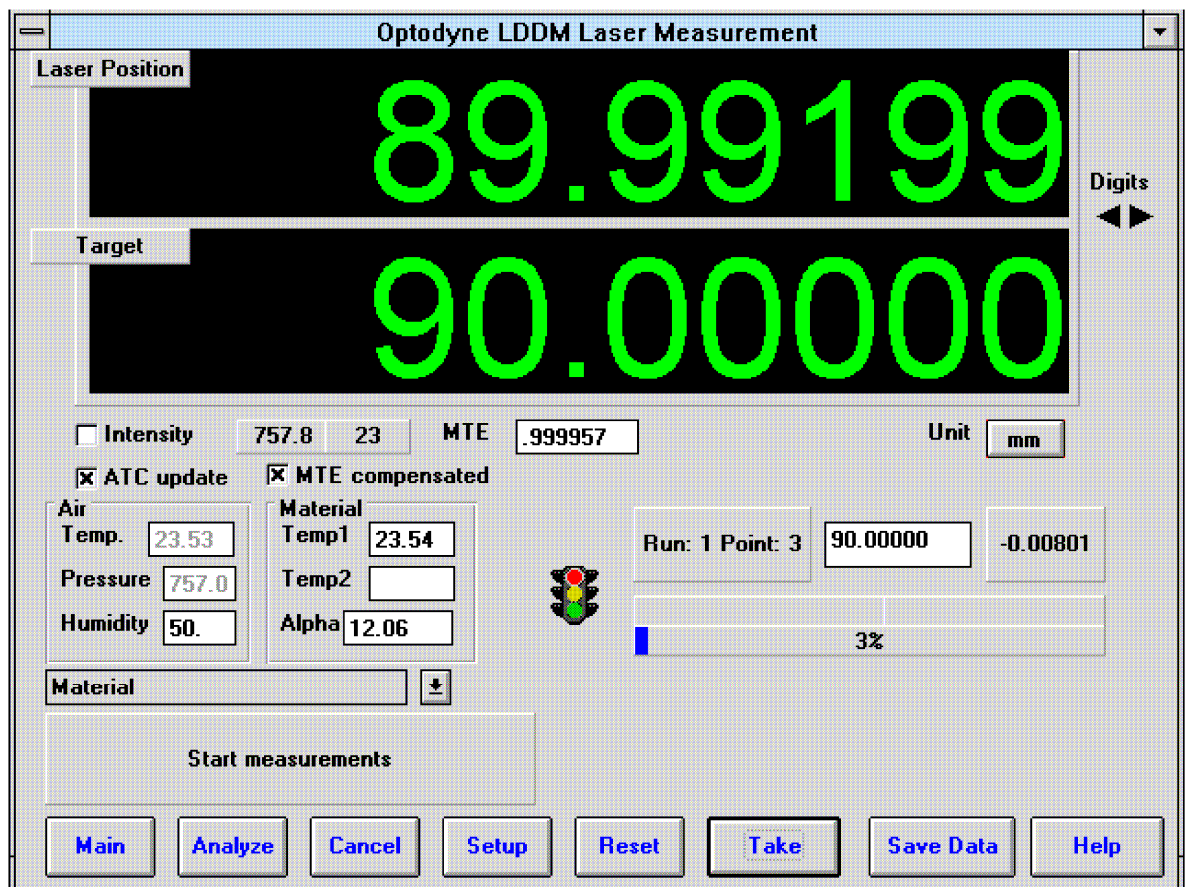

FIG. 7-5 ACQUISIZIONE AUTOMATICA DI DATI LINEARI
**MODALITA' AUTOMATICA:** se si sta operando in modalità automatica verrà visualizzato un semaforo. La luce rossa indica che sono state approntate le condizioni necessarie per la misurazione (all'interno della finestra dell'obiettivo) e la velocità è inferiore a quella stabilita, la luce gialla indica che il ritardo è stato conteggiato, la luce verde indica che i dati sono stati acquisiti e il programma è in attesa che ci si sposti al punto successivo (Fig. 7-5)